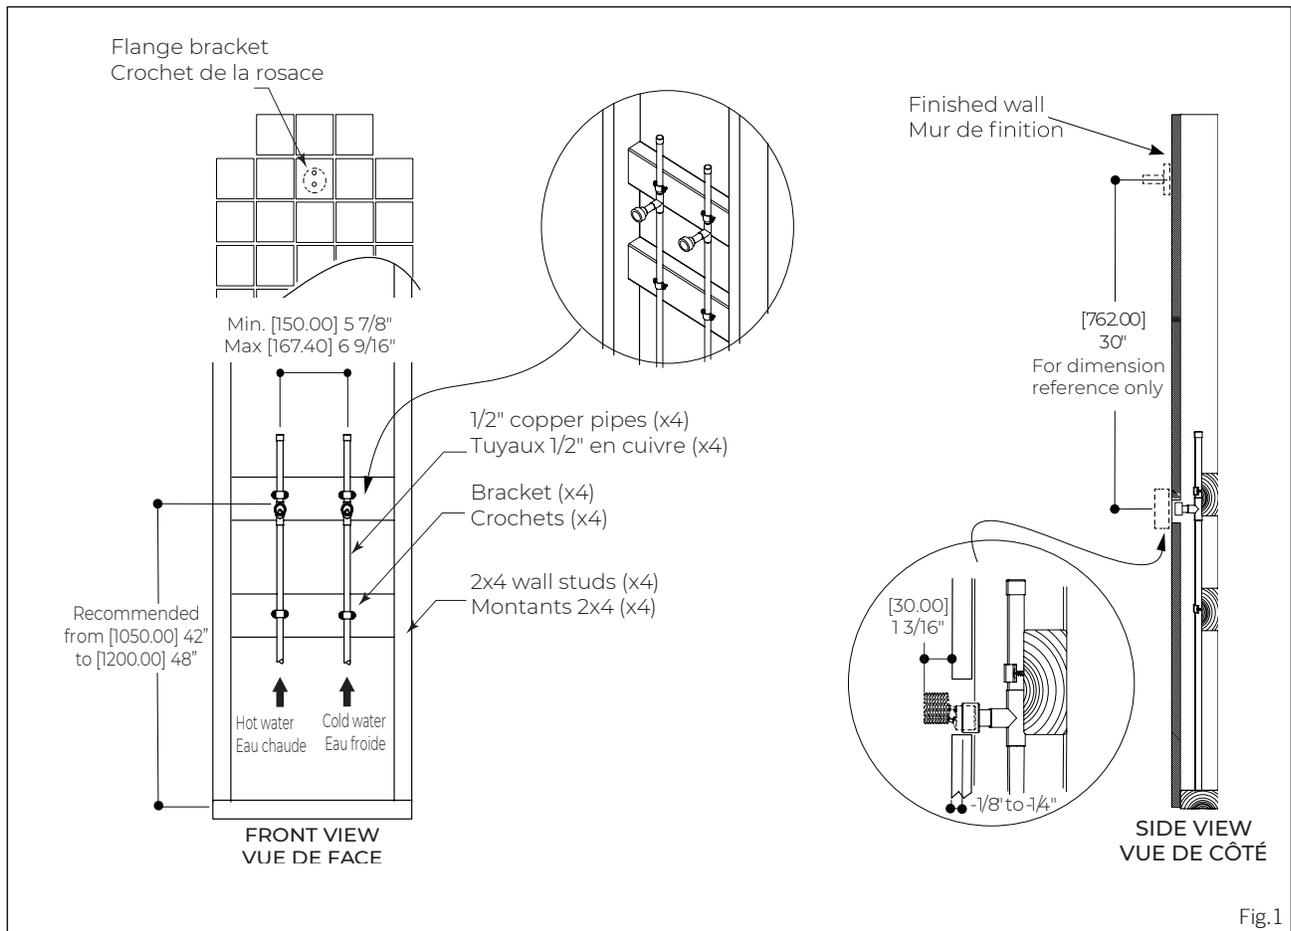

Fig.1
Position the wall support (3) at a distance of 30" from the center of the valve's body (as show Fig.1). Mark the position of the three holes (1) and drill three holes of 1/4". Insert the plastic anchors (2) into the holes and fix the support with supplied screws (4). Screw the nut (5) and the tube (6) onto the wall support (3), then place the flange (7).
Positionner le support mural (3) à une distance de 30" du centre de la valve. (Voir Fig. 1). Marquer la position des trois trous (1) et percer trois trous de 1/4". Insérer les chevilles de plastique (2) dans les trous et fixer le support avec les vis fournies (4). Visser l'écrou (5) et le cylindre (6) sur le support mural (3) et ensuite placer la rosace (7).